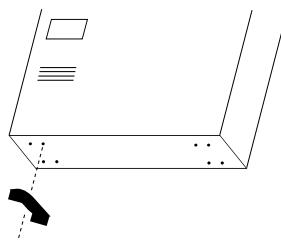

Figure 3 • 3.ábra • 3. obrázok • fig. 3. • 3. skica • 3. obrázek • Slika 3.
3. Screw the supplied feet to the bottom of the heater. (Figure 3.). For this, use 4 little screws per foot.